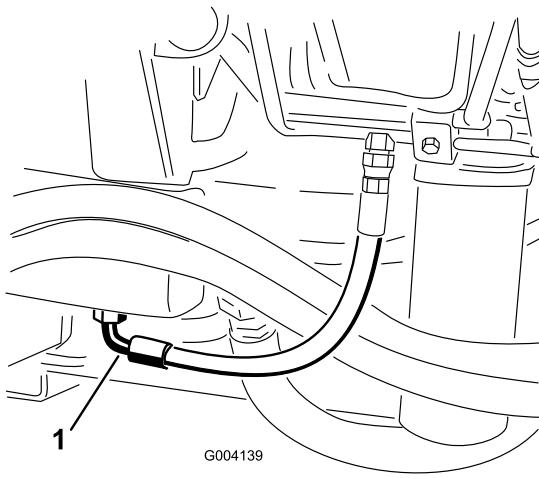

Figura 77
2. Coloque un recipiente grande debajo del acoplamiento situado en la parte inferior del depósito de aceite hidráulico (Figura 77).